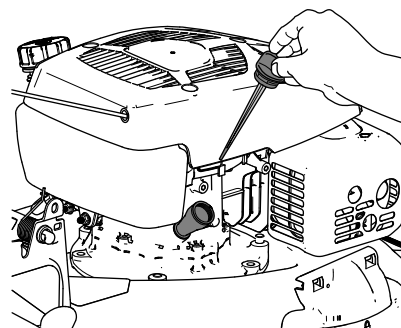

Figure 28
- Tournez le bouchon dans le sens antihoraire et sortez la jauge (Figure 28).
- Inclinez la machine sur le côté (filtre à air en haut) pour vidanger l'huile usagée par le tube de remplissage (Figure 28).